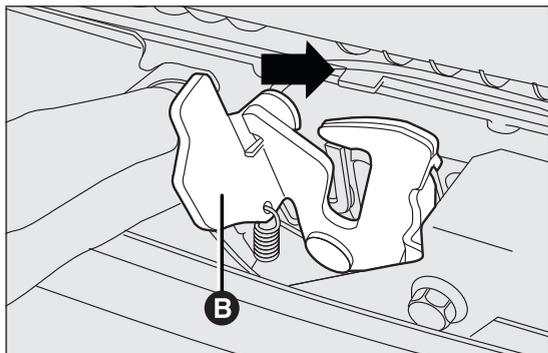

fig. 60
- spostare verso destra la leva B fig. 60 come indicato in figura;